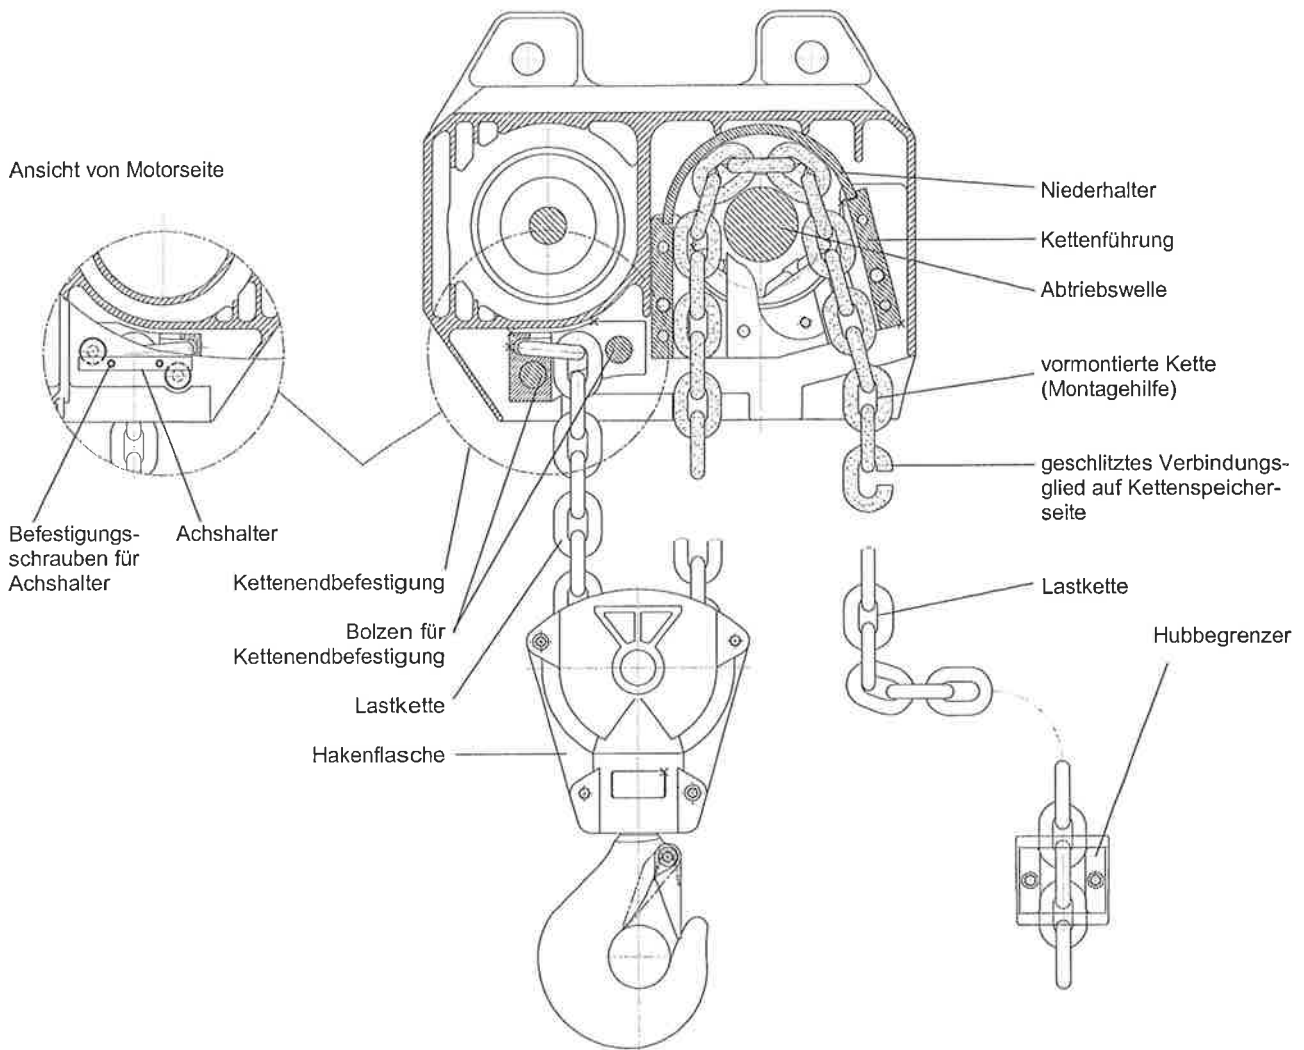

Bild 14: Auflegen der Lastkette bei zweisträngiger Ausführung
**Achtung!** Kette darf auf keinen Fall zwischen Hakenflasche und Kettenauslauf des Grundzuges verdreht sein! Wenn eine Montage nach Bild 14 nicht möglich ist, Kette um ein Kettenglied kürzen!